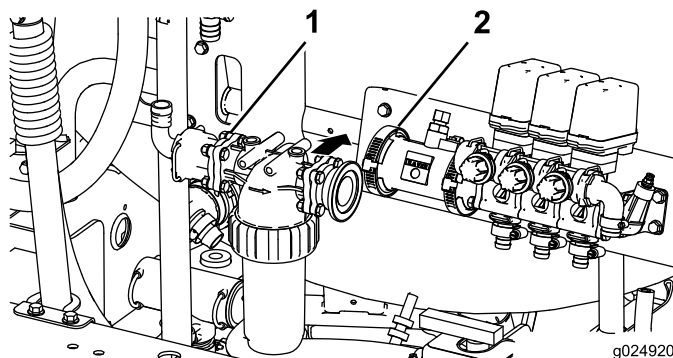

Figura 23
2. Rimuovete il serratubo esistente, il raccordo e i flessibili sul serratubo stesso (Figura 23).
3. Montate il gruppo filtro di pressione sulla macchina (Figura 23).